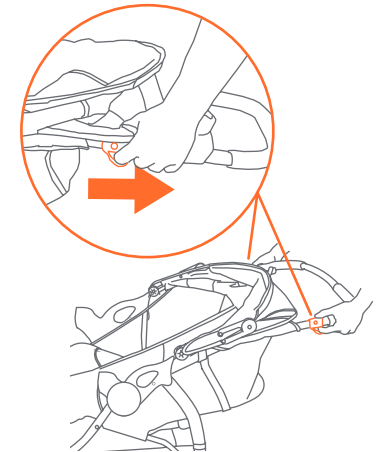
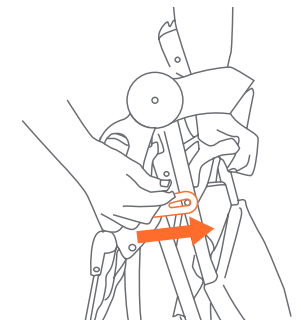

Fig. 22a
Fig. 22b
• La poussette est pliée en tirant simultanément chaque plide déclenchement (Fig. 22a). Lorsque les verrous sont libérés, la poignée va commencer à tomber vers le sol. Relâchez les boutons et appuyez vers le bas sur la Poussette jusqu'à ce qu'elle est complètement pliée. Verrouillez la Poussette pliée dans la position fermée en attachant la sangle de verrouillage, situé sur le côté droit de la poignée de la poussette, sur le rivet situé sur l'accoudoir (Fig. 22b).